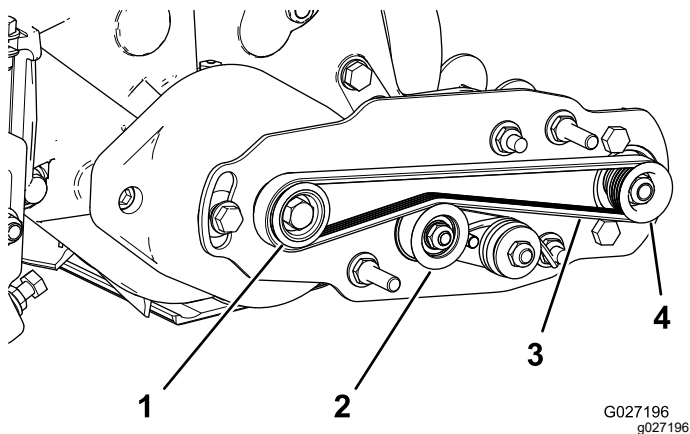

Figura 14
- Passe a correia em redor da polia da **transmissão** e, em seguida, sobre a parte superior da polia intermédia (Figura 14).